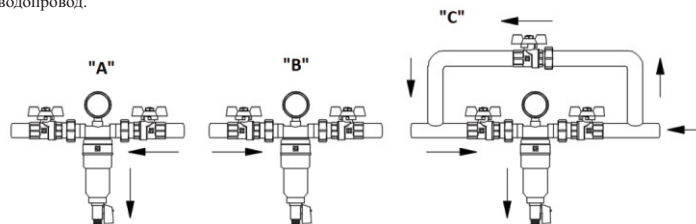

Рис. 1
3. До и после фильтра необходимо устанавливать запорную арматуру, чтобы была возможность снять фильтрующие элементы см. рис. 1). Для большей эффективности фильтровальной промывки (обратной промывки) предпочтительно иметь байпасную секцию с краном (байпасом) (см.рис.1"С").
"А" - Перекрыть выпускной клапан. Откройте сливной кран и слейте осадок в канализацию вместе с определенным количеством сетевой воды. При этом оставшиеся на сетке частицы в основном не удаляются из фильтра. Удаляется только шлам, оседающий на дне колбы (рис. 1)
"В" - Убедитесь, что все дозаторы воды закрыты. Перекрыть впускной и выпускной клапаны фильтра. Откройте сливной клапан фильтра, при этом давление в колбе упадет, а вода из колбы будет полностью удалена. Откройте выпускной клапан фильтра. При этом остаточное давление в трубопроводах после фильтра будет в какой-то мере сбивать прилипшие к сетке частицы (рис. 1).